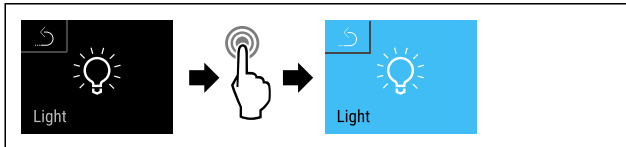

Fig. 94
- ▶ Провести етапи операцій (див. Fig. 94).